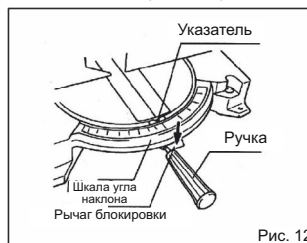

Рис. 12
- Обязательно полностью поднимите ручку при повороте поворотной опоры. Ослабьте ручку, повернув ее против часовой стрелки. Поверните поворотную опору, одновременно нажимая рычаг блокировки. Установите ручку в требуемое положение, чтобы указатель указывал на нужный угол на шкале, а затем надежно затяните ручку, повернув по часовой стрелке. (Рис. 12)